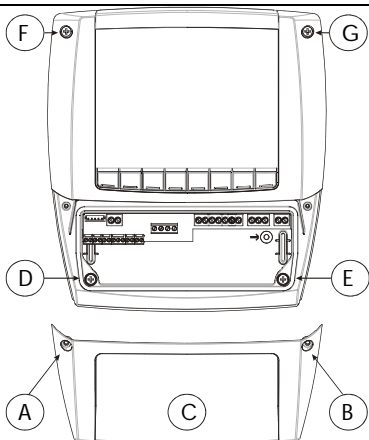

Рис. 1
1. Отвинтите 4 передних винта (Рис. 1, А, В, F, G) и снимите крышку (Рис. 1, С).
2. Отвинтите 2 винта (Рис. 1, D, E), которые соединяют переднюю и нижнюю части контроллера Cool Mate и разделите эти 2 части.
7. Установите переднюю часть, используя снятые ранее 4 винта: Рис. 1, D, E, F, G. (не прилагайте чрезмерных усилий, чтобы избежать деформации пластика).
2. Отвинтите 4 передних винта (Рис. 1, А, В, F, G) и снимите крышку (Рис. 1, С).
3. Отвинтите 2 винта (Рис. 1, D, E), которые соединяют переднюю и нижнюю части контроллера Cool Mate и разделите эти 2 части.
8. Соедините заднюю и переднюю части, при этом панель располагается между ними, и закрепите их 4 винтами, которые были сняты ранее (размер 4x35мм), вставив их в отверстия, показанные на Рис. 1, А, В, D, E. Максимальная толщина панели: 6мм.